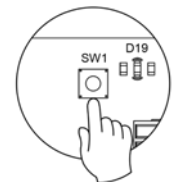

Fig. 5
La central del sistema dispone de comunicación radio para la conexión de elementos radio Airzone. La asociación de estos dispositivos se realiza mediante la apertura del canal de asociación en la central. Para ello pulse sobre SW1 hasta que el LED 19 se quede en rojo (Fig. 5). Durante 15 minutos el sistema mantendrá el canal de asociación radio abierto.
**Reset del sistema:** En caso de que necesite devolver el sistema a los valores de fábrica, mantenga pulsado SW1 (Fig. 5) hasta que el LED D19 deje de parpadear.